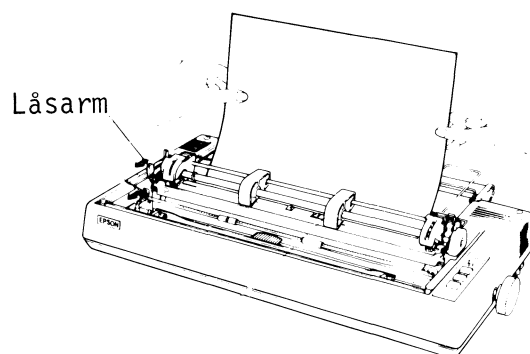

Fig 3.13 Isättning av pappersark
- 2) Frigör låsarmen genom att dra den i pilens riktning. Se fig 3.13.